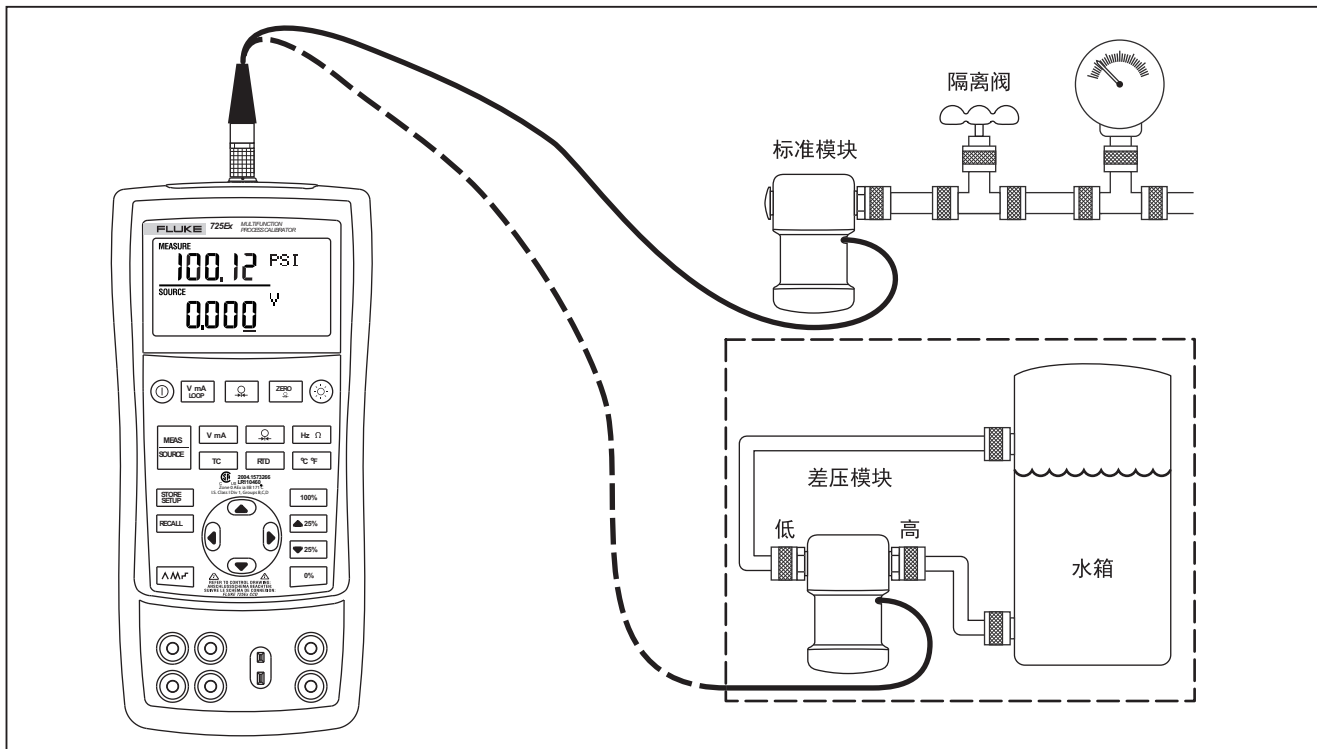

图 13.用于压力测量的连接
1. 将压力模块连接到校准器，如图 13 所示。压力模块上的螺纹可接受标准的 $\frac{1}{4}$ NPT 管配件。如果必要，使用随附的 $\frac{1}{4}$ NPT 至 $\frac{1}{4}$ ISO 转接器。